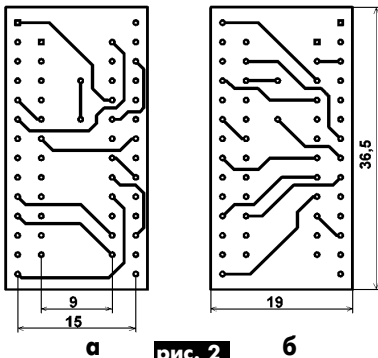

рис. 2
5. Из двустороннего фольгированного стеклотекстолита изготавливают печатную плату, разводка и размеры которой указаны на **рис.2**.